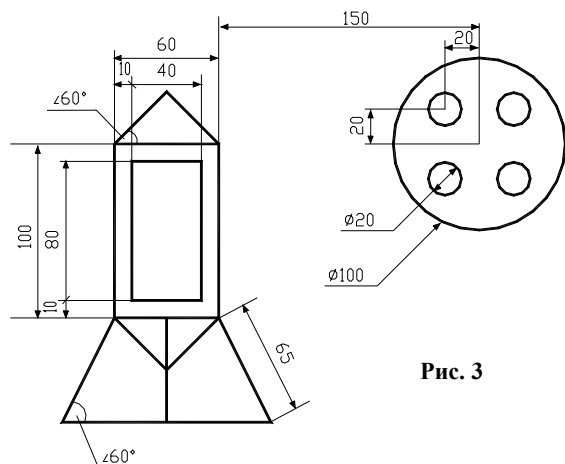

Рис. 3
*Упражнение:* С использованием координатного ввода точек и объектной привязки построить фигуру (рис. 3).